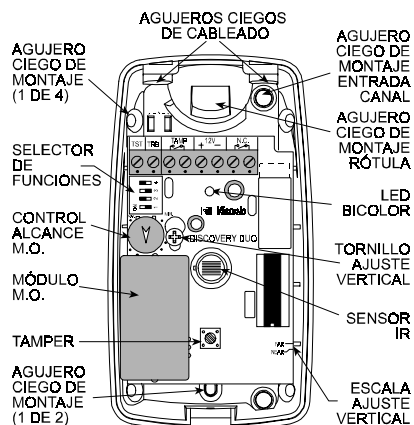
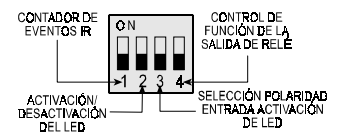
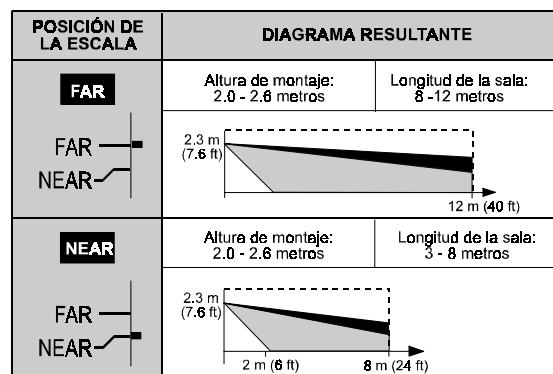

Figura 5. Vista interior
Figura 12. Selector de funciones
Figura 13. Ajuste vertical
- D. Refiérase a la Figura 5 y rompa los agujeros ciegos de montaje en la parte de atrás de la base (montaje en superficie) o los de los lados de la base (montaje en esquina).
- E. Rompa cualquiera de los agujeros ciegos de cableado que se muestran en la Figura 5.
- Con el detector girado hacia abajo, ya no se aplican los diagramas de cobertura de la figura 13. Habrá que comprobarlos cuidadosamente.
Los 4 microinterruptores que incorpora el circuito (vea figura 5) controlan 4 funciones, como se muestra en la Figura 12 y se detalla en la Tabla 2.
La escala de ajuste vertical para el detector infrarrojo está situada en el lado inferior derecho del circuito (Figura 5). Hay dos posiciones disponibles - CERCA (NEAR) y LEJOS (FAR). Los detectores vienen de fábrica en la posición LEJOS. Para ajustarlo, afloje el tornillo de ajuste vertical y mueva la placa a lo largo de la ranura hasta hacer coincidir el puntero con la posición deseada de la escala (vea figura 13). Al acabar, vuelva a apretar el tornillo con firmeza.